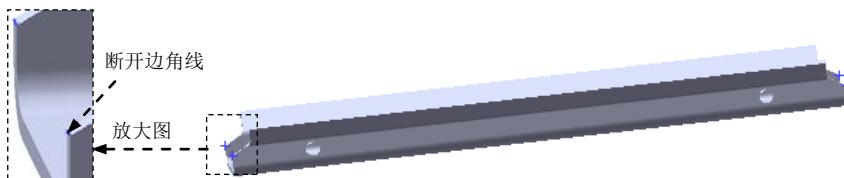

图 13.3.12 断开边角线
(2) 定义折断边角选项。激活 **折断边角选项(B)** 区域的 ，选取图 13.3.12 所示的各边线